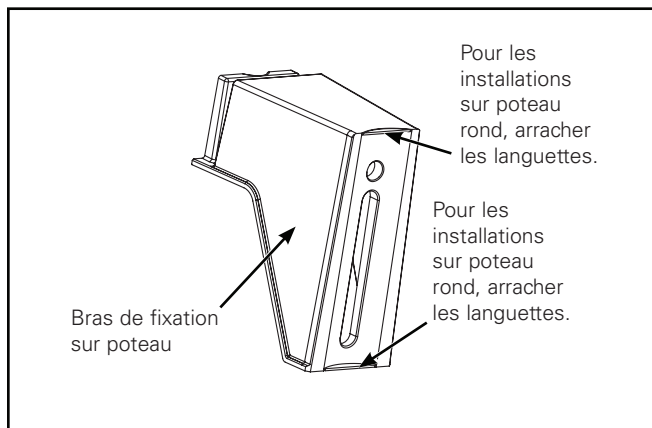
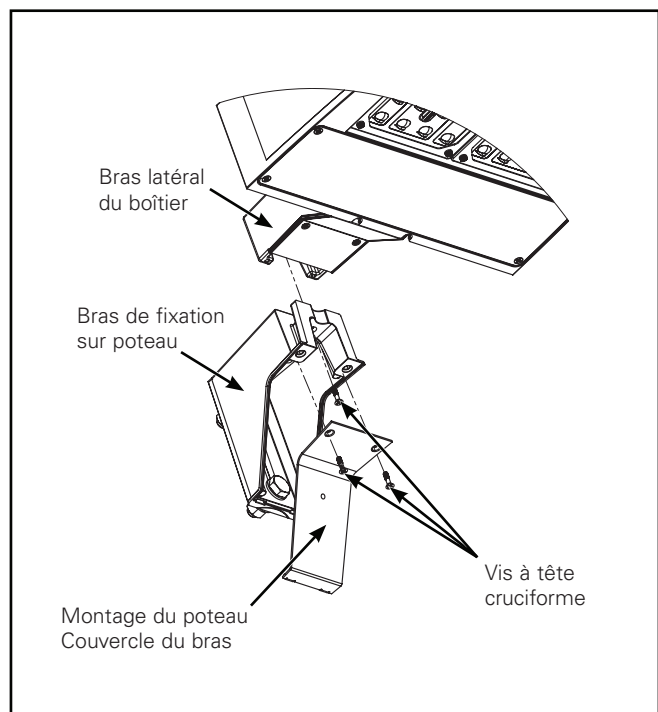

Figure 2.
Figure 4.
Montage du poteau - Bras à connexion rapide (Figure 2 à Figure 4)
1. Le bras de fixation sur poteau est conçu pour un poteau carré ou rond. L'installation sur poteau rond nécessitera le retrait des languettes du bras de fixation (Figure 2). Saisir la languette avec des pinces et l'arracher.
3. Plier le fil du luminaire fermement contre le bras de fixation tout en glissant le bras latéral du boîtier du luminaire dans le bras de fixation sur poteau (Figure 4). Serrer ensuite la vis hexagonale du centre à 2,3 Nm (20 po-lb).
5. Installer le couvercle du bras et serrer les vis hexagonales à 2,3 Nm (20 po-lb) (Figure 4).